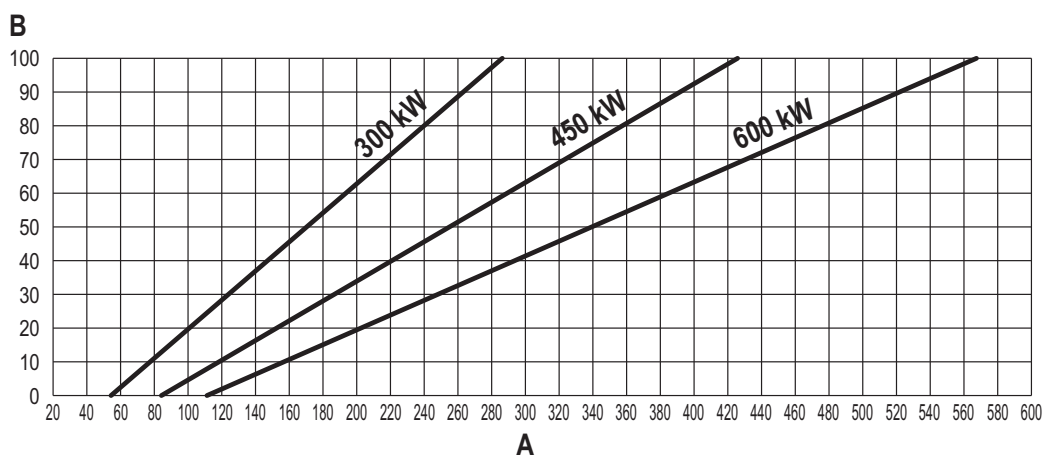

fig. 86
- Premere i **tasti contestuali 1 e 2** per aumentare o diminuire la portata termica (minima = 00 - Massima = 100). Vedi diagramma “Regolazione Portata Termica” (fig. 86).